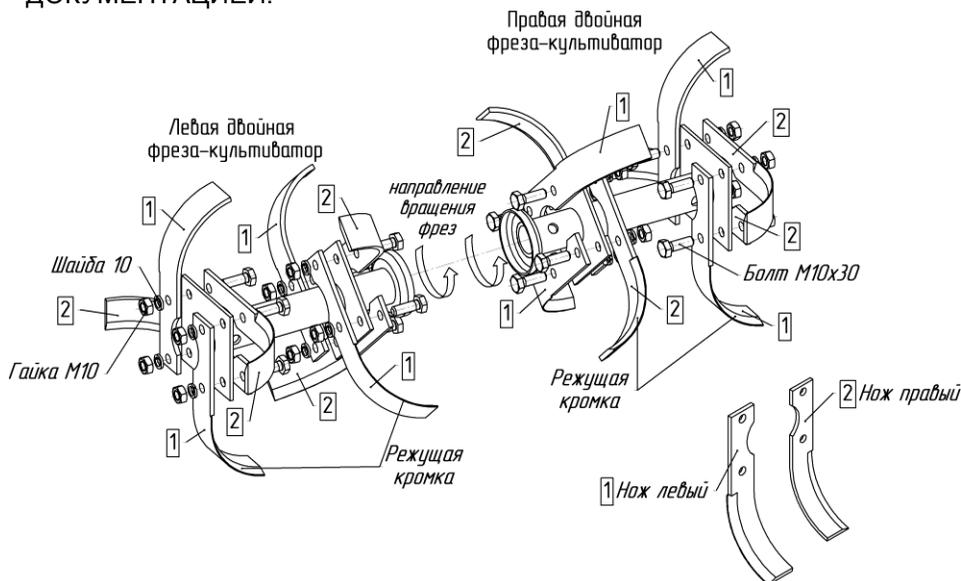

Рис.11. Схема сборки двойных фрез-культиваторов
**ВНИМАНИЕ! ОСТРЫЕ КРОМКИ НОЖЕЙ ДОЛЖНЫ БЫТЬ НАПРАВЛЕННЫ ПО НАПРАВЛЕНИЮ ДВИЖЕНИЯ МОТОБЛОКА (рис. 11, 12, 13).**